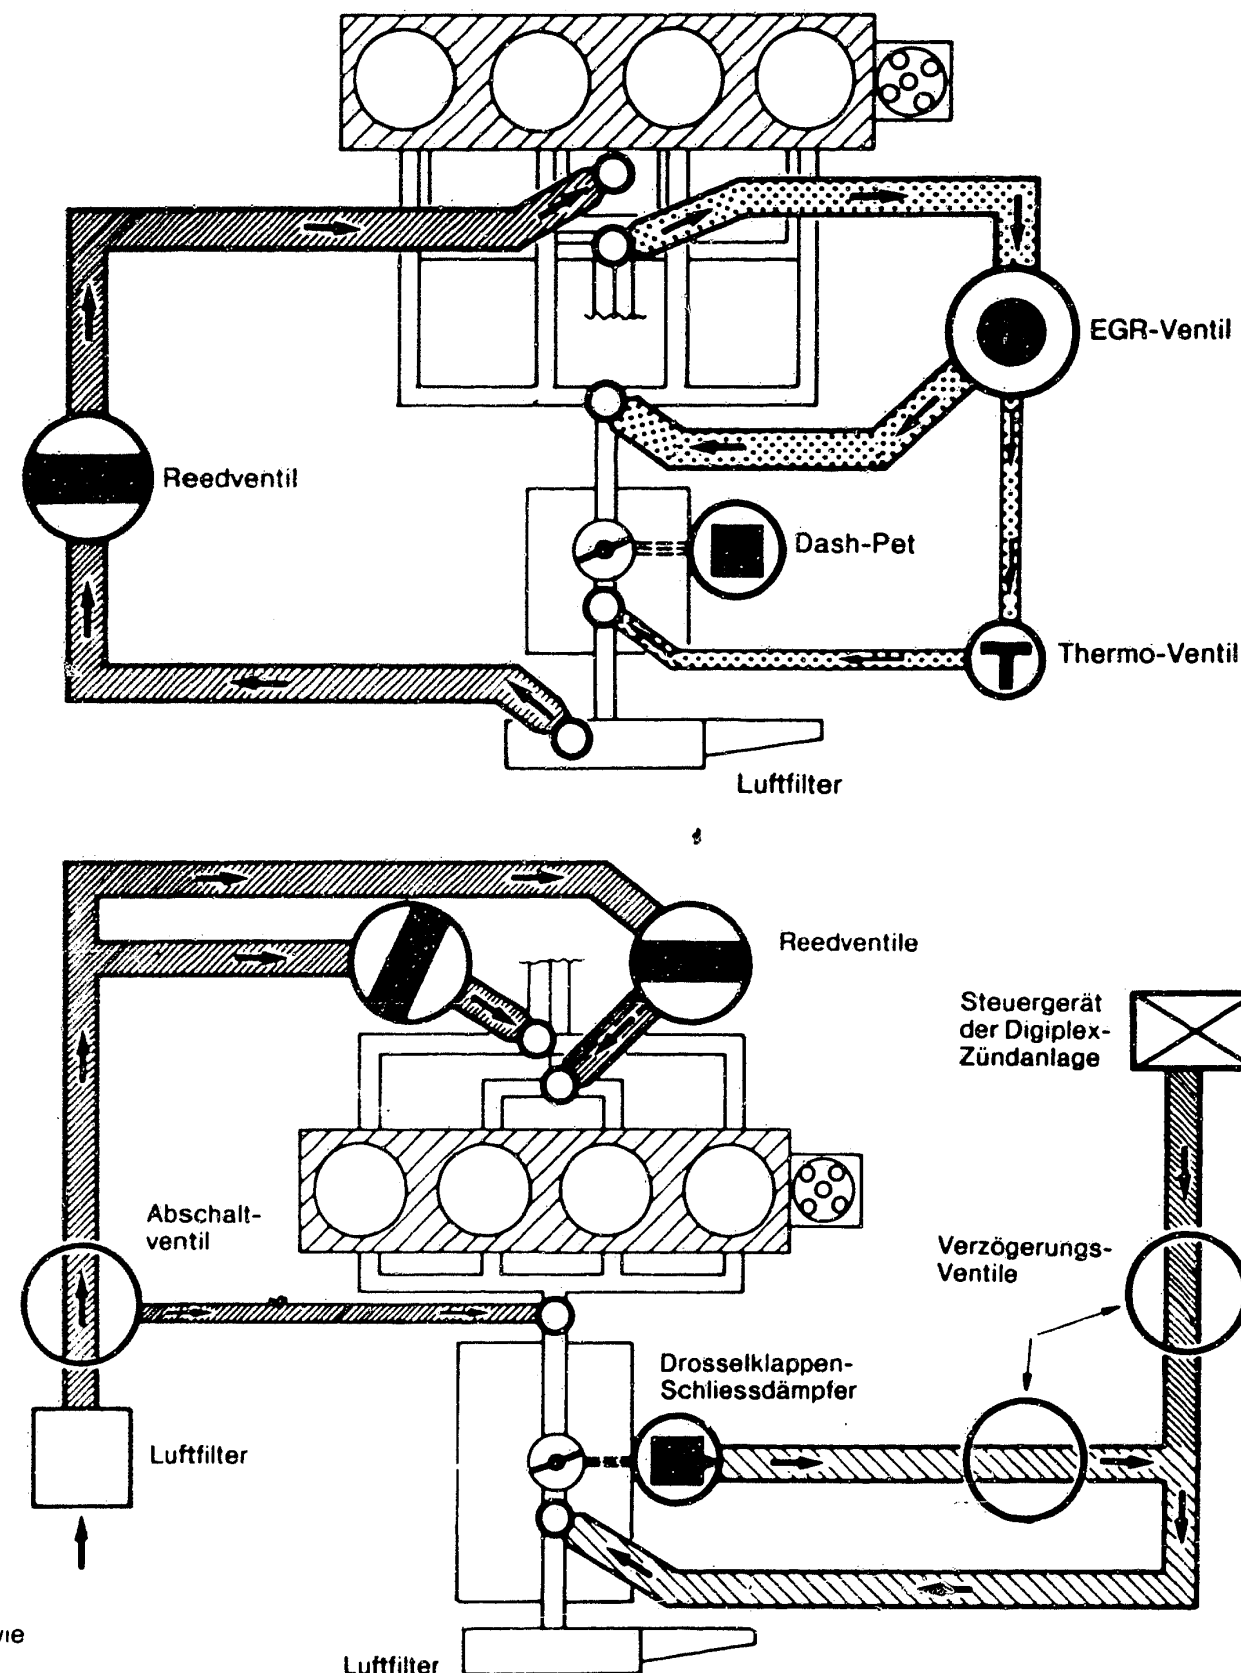

Bild 22 Schematische Darstellung der Abgasentgiftung im Delta 1500 (oben) und im GT 1600 (unten), wie sie in den Schweden/Schweiz-Ausführungen eingebaut ist.
a) Der **Delta 1500** ist mit einem EGR-Ventil ausgerüstet, das mit Unterdruck angesteuert wird. Ein Thermoventil verschliesst die Unterdruckleitung und verhindert unterhalb einer Kühlwassertemperatur von 30°C die Rückführung der Abgase. Über ein Reedventil wird Frischluft vom Luftfilter hinter die Auslassventile geführt. Das Schliessen der Drosselklappe wird ab 3500... 4000/min durch einen «Dash-Pot» verzögert. Die Drehzahl muss während 3...5s um jeweils 1000/min abfallen (Bild 22 oben).
In die Unterdruckleitungen der Drosselklappen-Schliessverzögerung und der Zündverstellung ist je ein Verzögerungsventil eingebaut. Bei gesetztem Drosselklappen-Schliessdämpfer muss die Motordrehzahl 1600/min  $\pm$  100/min betragen (Bild 22 unten).